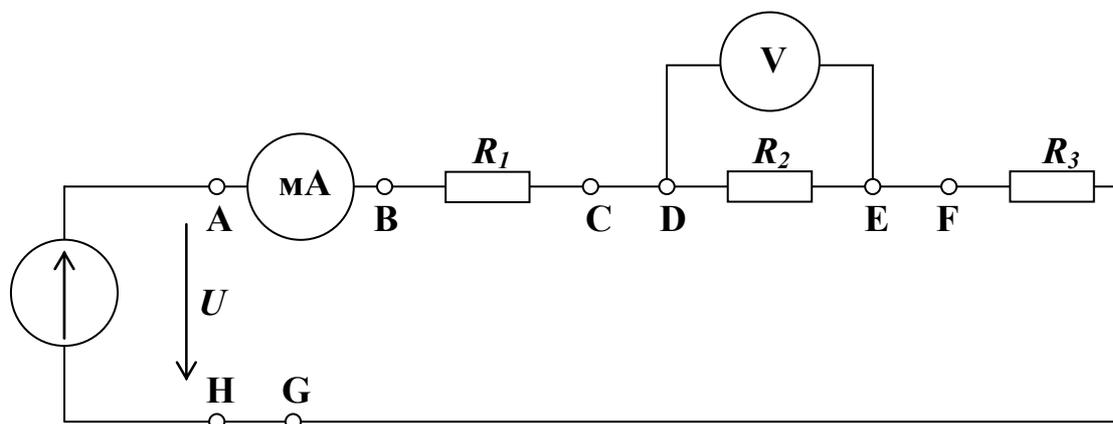

Рис. 2.6
2. Соберите цепь согласно схеме на рис. 2.6, вставив перемычки между точками А-В, С-Д, Е-Ф, Г-Н. Установите постоянное питающее напряжение U на зажимах источника питания. Поочередно удаляя перемычки и включая на их место амперметр (мультиметр), измерьте токи вдоль всей последовательной цепи. Результаты занесите в табл. 2.2.